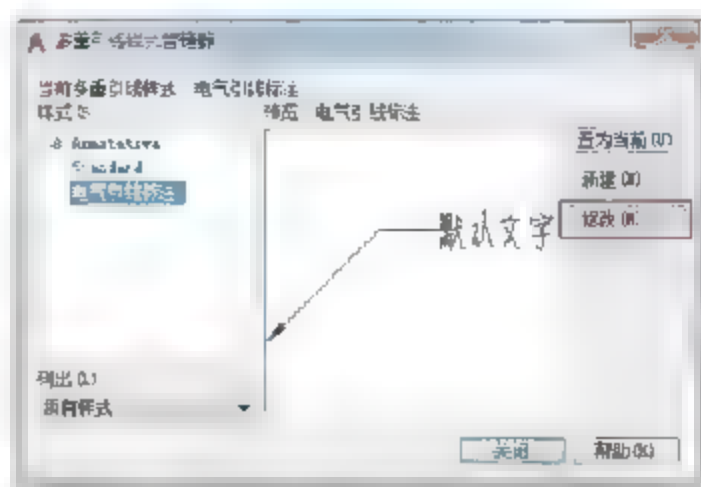

图5-121 单击按钮
**02** 在【默认】选项卡中，单击【注释】面板中的【多重引线样式】按钮，弹出【多重引线样式管理器】对话框，单击【修改】按钮，如图5-121所示。